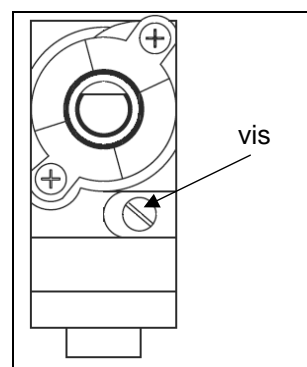

fig. 20
4. Dévissez ou vissez la vis pointeau (fig. 20) jusqu'à l'obtention d'une flamme très courte mais stable pour le gaz naturel. Pour le gaz butane - propane, vissez totalement la vis dans le sens des aiguilles d'une montre sans forcer.